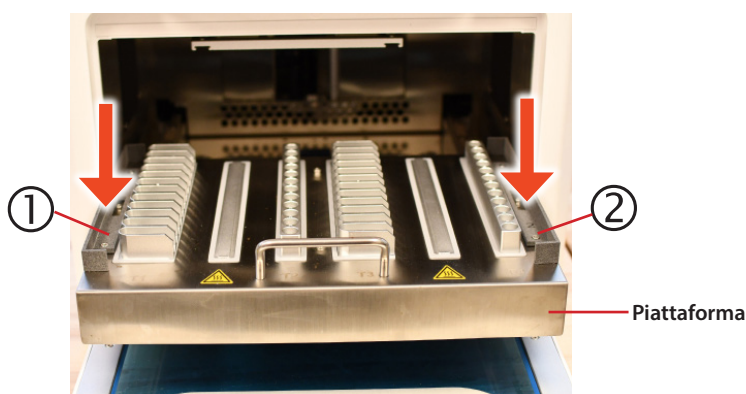

Figura 3
Estrarre la piattaforma e posizionare i supporti del vassoio come illustrato nella Figura 3. Posizionare il supporto numero ① sul lato sinistro e il numero ② a destra della piattaforma.